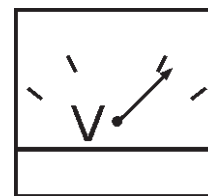
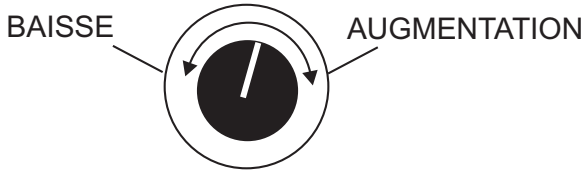

Figure 45. Voltmètre
Figure 46. Bouton de Réglage de Tension
8. Le voltmètre CA du générateur (Figure 45) affiche la puissance du générateur en **VOLTS**. Si la tension ne se situe pas dans la plage de tolérance spécifiée, utilisez le bouton de commande du réglage de tension (Figure 46) pour augmenter ou réduire la tension souhaitée.